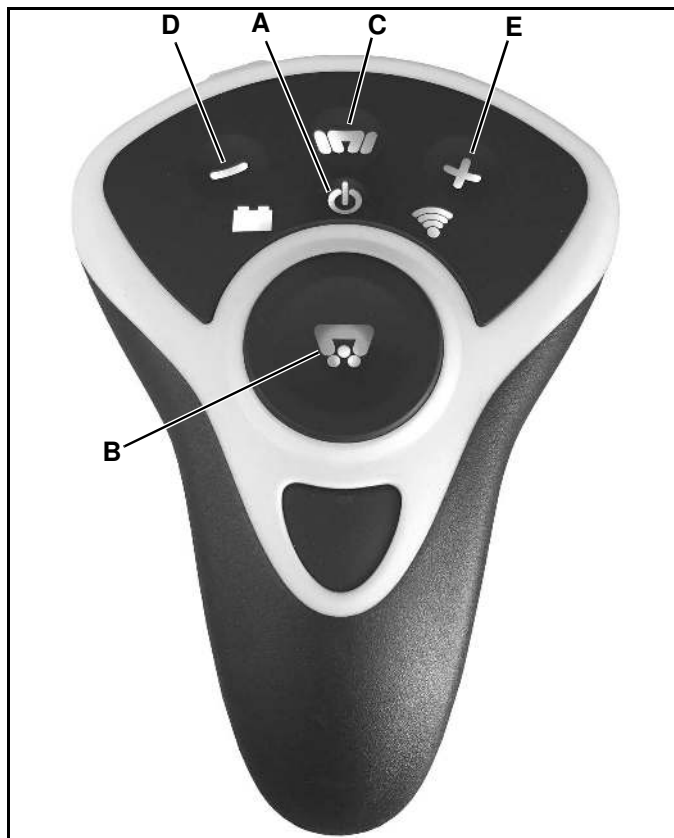

Abb. 1-16
1. Die mittlere Taste direkt über der großen mittleren Taste (Abb. 1-16, A) ist die Ein-/Aus-Taste. Drücken und halten Sie die Ein-/Aus-Taste 3 Sekunden lang, um die Steuerung einzuschalten. Um die Steuerung auszuschalten, halten Sie die Ein-/Aus-Taste gedrückt, bis die Hintergrundbeleuchtung ausgeht.
2. Die große Taste in der Mitte der Steuerung (Abb. 1-16, B) ist die Ein-/Aus-Taste für den Rotormotor. Um den Rotorstreuermotor zu starten oder zu stoppen, drücken Sie die Taste bzw. lassen Sie sie los. Wenn der Motor läuft, geht die Lampe hinter der Taste (Salzlampe) an. Die Lampe blinkt langsam in der Drehzahlstufe 1.
3. Die Taste in der oberen Reihe, Mitte (Abb. 1-16, C) ist die Rüttlertaste. Solange diese Taste gedrückt gehalten wird, ist der Rüttler eingeschaltet (sofern vorhanden). Das Loslassen schaltet ihn aus.
4. Die Taste links in der oberen Reihe (Abb. 1-16, D) wird für die Drehzahlverminderung verwendet. Durch Drücken und Loslassen der Taste wird die Drehzahl des Rotorstreuermotors um eine Drehzahlstufe vermindert. Insgesamt gibt es vier Drehzahlstufen.
5. Die Taste rechts in der oberen Reihe (Abb. 1-16, E) wird für die Drehzahlerhöhung verwendet. Durch Drücken und Loslassen der Taste wird die Drehzahl des Rotorstreuermotors um eine Drehzahlstufe erhöht. Insgesamt gibt es vier Drehzahlstufen.